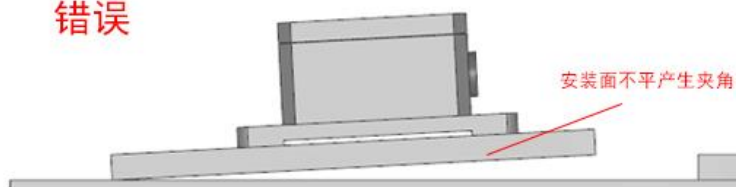

图 1
1) 传感器的安装面与被测量面固定必须紧密、平整、稳定，如果安装面出现不平容易造成 传感器测量夹角误差。见图 1、2